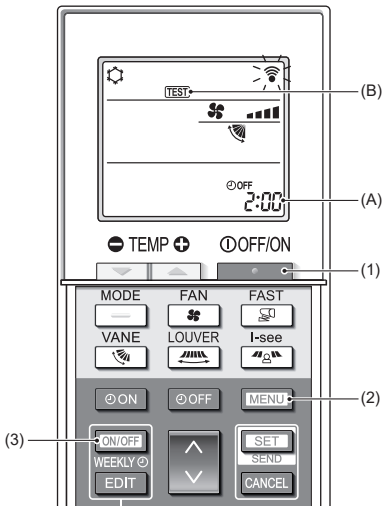

Fig. 7-5
7.2.2. Al usar el controlador remoto inalámbrico (Fig. 7-5)
■ Prueba de funcionamiento (Fig. 7-5)
- Pulse el botón (1) para detener el acondicionador de aire.
- Si el temporizador semanal está activado (se muestra **WEEKLY**), pulse el botón (3) para desactivarlo (no se muestra **WEEKLY**).
- Pulse el botón (2) durante 5 segundos.
- Pulse el botón (2).
- Se muestra **TEST** (B) y la unidad entra en el modo de prueba de funcionamiento.